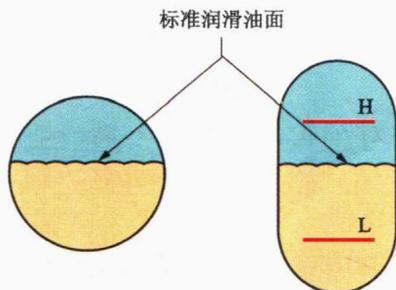

图 1-6 观油镜
- (1) 空气压缩机在新机磨合期（约使用 100 h）后，须更换机油，以排除磨合铁屑，之后每 1 000 h 须定期更换机油。
- (2) 每日泄除储气筒中的积水。
- (3) 如图 1-6 所示，每日检查机油量，油面须保持在观油镜两红标线或红标线之上、下缘间；不足时，须补充 SAE30 特级循环机油。